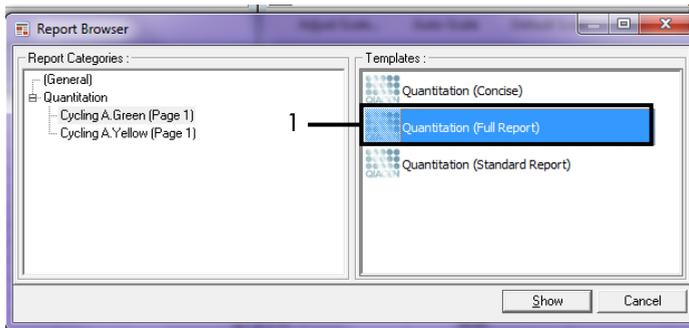

Abbildung 38. Vollständiger Quantifizierungsbericht (1).
10. Wählen Sie unter „Templates“ (Vorlagen) die Option Quantitation (Full Report) (Quantifizierung (Vollständiger Bericht)) aus (Abbildung 38).